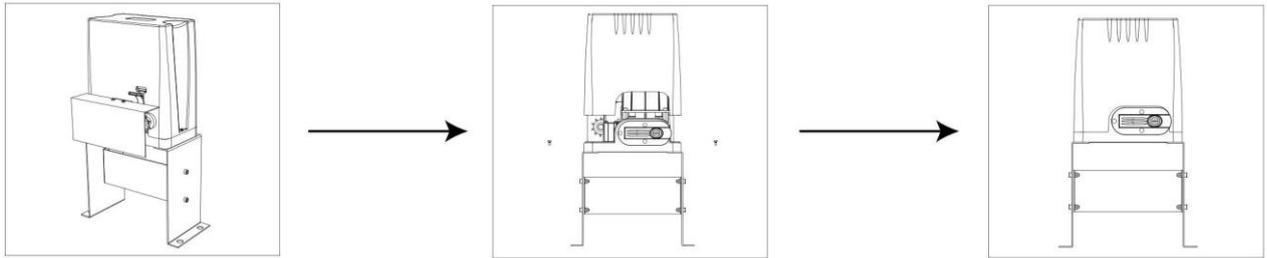

Figura 7
- Retire o ilhó de borracha abaixo do interruptor de fim de curso (Figura 7).